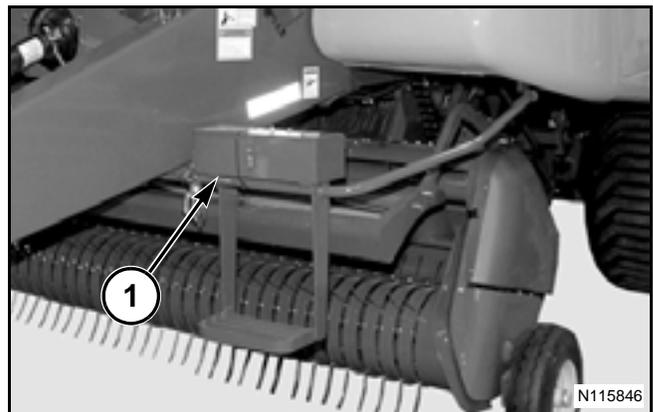

FIG. 10
FIG. 10: Se proporciona una caja de herramientas (2) en el lado izquierdo de la lengüeta. Esta caja de herramientas se puede usar para almacenar piezas de reemplazo y pernos de seguridad para el enfardador.